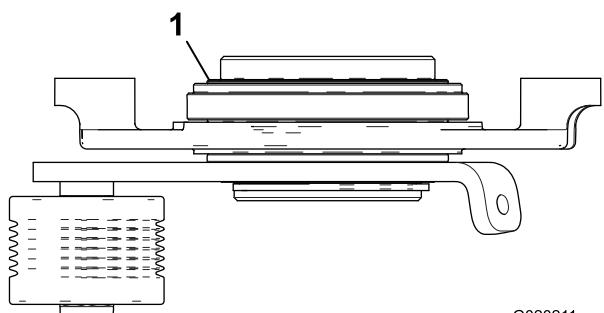

**Figura 10**
20. **En el extremo opuesto a la transmisión del acondicionador**, retire la chapa del acondicionador con palanca de elevación rápida del eje del acondicionador (Figura 10).
21. **En el extremo de la transmisión de la unidad de corte**, Monte el buje pivotante, la chapa del acondicionador con palanca de elevación rápida del extremo de la transmisión, y el suplemento en la chapa lateral de la unidad de corte con 2 tornillos allen (3/8 x 1 pulgada); consulte Figura 10. Aplique Loctite 242 (azul) a la rosca de los tornillos antes de instalarlos.
(Figura 10). Tenga cuidado de que no se desprenda el muelle del retén.
23. Sujete el buje pivotante del extremo expuesto a la transmisión a la chapa lateral de la unidad de corte con 2 tornillos de cabeza allen (3/8 x 1 pulgada); consulte Figura 10. Aplique Loctite 242 (azul) a la rosca de los tornillos antes de instalarlos.
25. Monte las palancas de elevación rápida en las chapas laterales con 2 pernos con arandela prensada (3/8 x 3/4 pulgada); consulte Figura 10.
26. Aplique compuesto antigripante al chavetero de la polea motriz, inserte la chaveta cuadrada en el chavetero, y deslice la polea motriz y la chaveta sobre el eje de transmisión (Figura 10).
27. Aplique Loctite 242 (azul) a las roscas de un perno con arandela prensada (3/8 x 3/4 pulgada), enrósquelo en el extremo del eje de transmisión, y apriételo a 37-45 Nm para sujetar la polea motriz (Figura 10).
28. Instale la correa del acondicionador en las poleas (Figura 10). Asegúrese de que los nervios de la correa están correctamente asentados en las ranuras de cada polea.